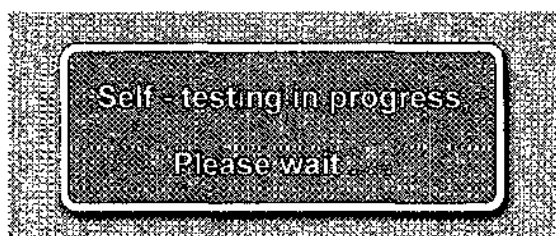

Abbildung 5. Vorderes Bedienfeld mit Selbsttestbildschirm
- Auf einem Selbsttestbildschirm wird angezeigt, dass das System beim Einschalten einen Selbsttest wie in Abbildung 5 dargestellt durchführt. Zudem wird die Softwareversion unten auf dem Bildschirm angezeigt. Wenn der Selbsttestbildschirm nicht angezeigt wird, das Gerät aus- und wieder einschalten. Falls dasselbe Problem weiterhin besteht, rufen Sie den Kundendienst von Medtronic Advanced Energy unter der Nummer 1-866-777-9400 an. Der Generator darf nicht verwendet werden, bis das Problem behoben ist.